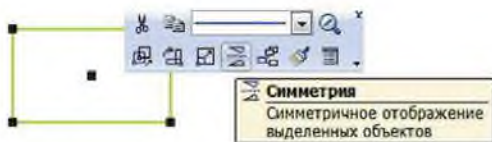

Рисунок 2.22 Выделение объекта
1. Выделить объект (рисунок 2.22).